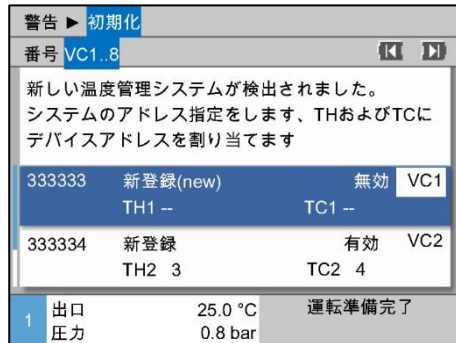

図20：モジュールIDの割当て
2. ボタン を押して、VCモジュールのアドレスを設定します (→ 図20 例：VC1)